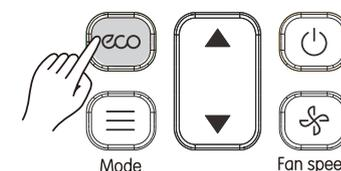

Figura 3.16
- 1) Pressione  (Figura 3.16) para enviar o sinal ECO à unidade terminal. O ícone é exibido no display. O display exibe o ícone *eco*.